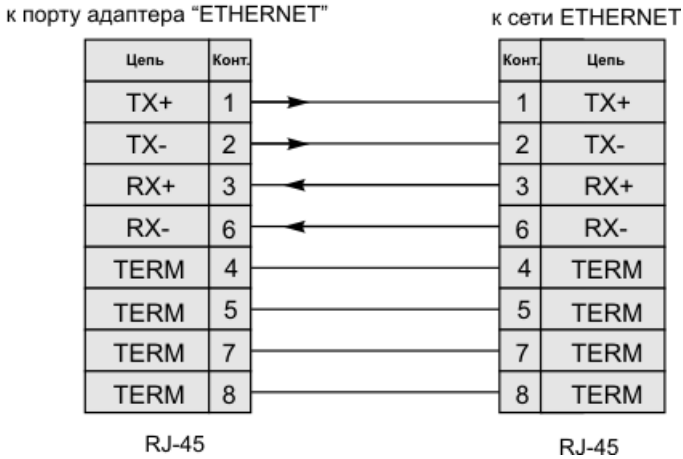

Рисунок 5 – Схема электрическая сетевого кабеля Ethernet 100Base-TX/10Base-T
6.1.5 Подключите сетевой кабель Ethernet 100Base-TX/10Base-T (в комплект поставки не входит) к разъему RJ-45 «ETHERNET» адаптера и соответствующему разъему сетевого оборудования (рисунок 5).